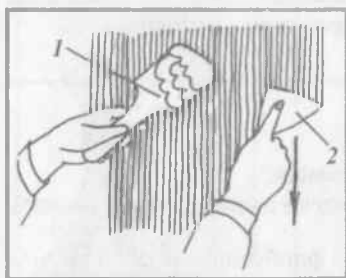

Рис. 7. Шпаклювання широким та вузьким шпателеми:
1. Шпаклівку набирають малим шпателем з ємності й накладають на широкий шпатель. Шпаклівку наносять на поверхню тонким шаром і зворотним рухом ущільнюють її, знімаючи надлишки (рис. 7).